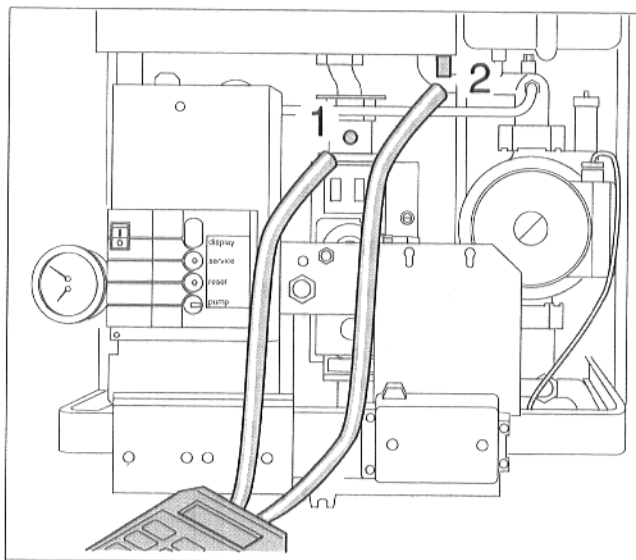

Abb. 21 Meßnippel für Brennerdruck
- Verschlußschraube des Meßnippels (Abb. 21) zwei Umdrehungen lösen.
- Verschlußschraube der Kompensationsmeßstelle (Abb. 21, Pos. 2) zwei Umdrehungen lösen.